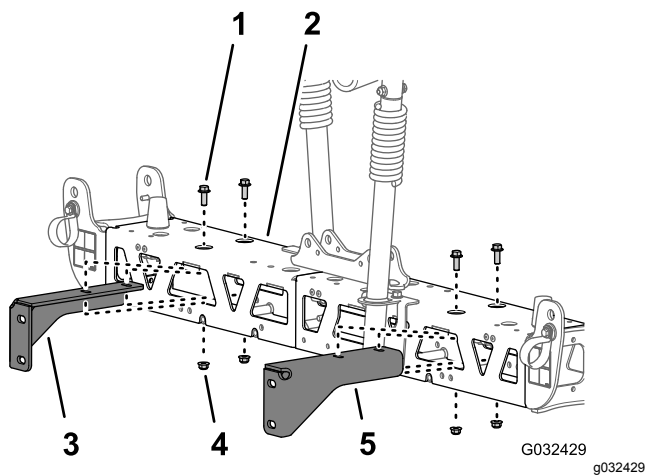

Figura 73
2. Retire os 2 parafusos de cabeça flangeada (3/8 x 1 pol.) e as 2 porcas de bloqueio flangeadas (3/8 pol.) que prendem o suporte à secção da rampa central e retire o suporte (Figura 73).
3. Retire os 2 parafusos de cabeça flangeada (3/8 x 1 pol.) e as 2 porcas de bloqueio flangeadas (3/8 pol.) que prendem o outro suporte à secção da rampa central e retire o suporte (Figura 73).